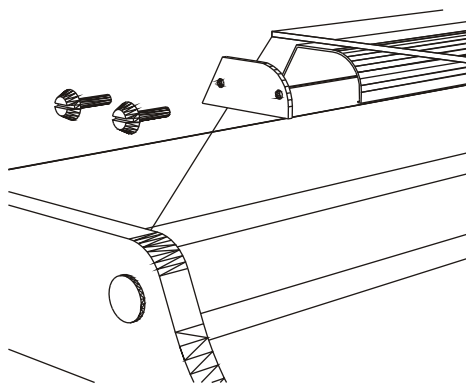

Fig.2
2. installer les corps des tubes fluorescents avec les plaques obturatrices, visser à bloc les vis M5 fixant les corps aux glaces latérales (fig.2),